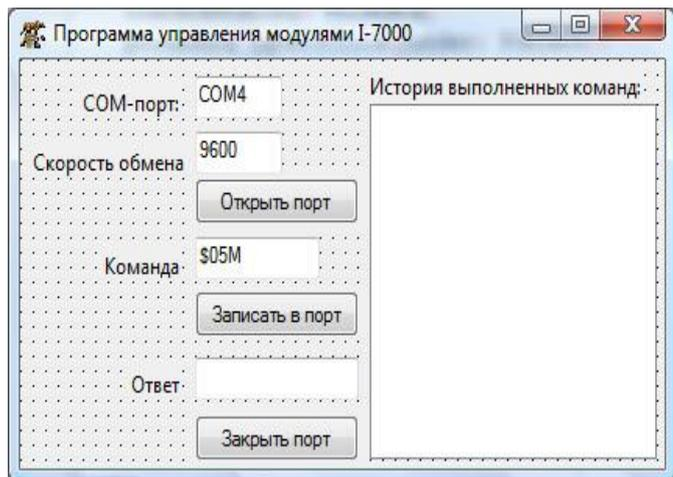

Рис. 54. Экранная форма приложения
2. Измените внешний вид экранной формы приложения (Form1), описанной в модуле «LazarusI7000.pas», так, как показано на рис. 54. Присвойте новые названия компонентам, располагающимся на форме: «COM-порт» - editNumPort; «Скорость обмена» - editSpeed; «Команда» - editCommand; «Ответ» - editAnswer; «Открыть порт» - buttonOpen; «Записать в порт» - buttonWrite; «Закрыть порт» - buttonClose; «История выполненных команд» - memoHistory.